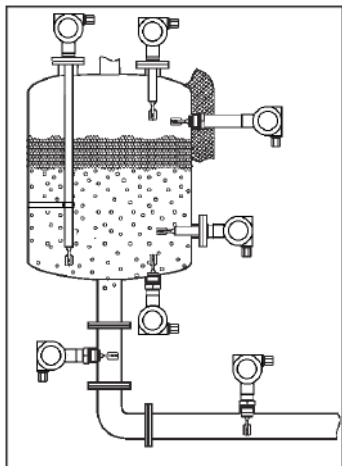

Рисунок 6
2.4.2 **Внимание:** при установке СУ с погружной частью “L” более 0,6м **необходимо дополнительно устанавливать кронштейн или защитную трубу для предотвращения перелома от колебаний при боковых нагрузках** (см. рис. 6 и 7).